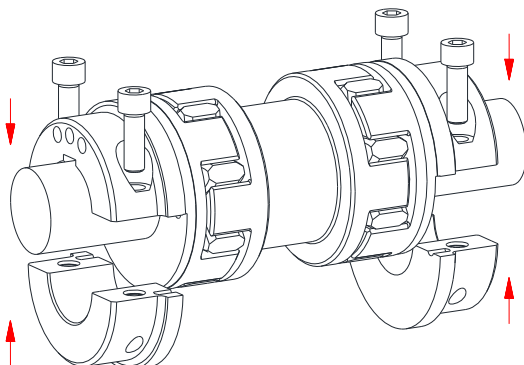

Bild 13: Montage der Baugruppe auf die Wellen
- Montieren Sie die zusammengesteckte Einheit mit den Halbschalen und den Klemmschrauben auf die Wellenden der An- und Abtriebsmaschine (siehe Bild 13).